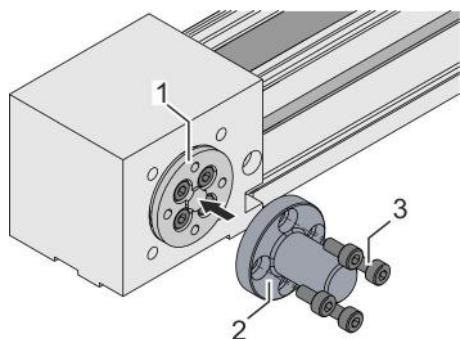

Fig. 30: Montaggio dell'albero di azionamento
3. ➤ Posizionare l'albero di azionamento (Fig. 30/2) sul disco adattatore (Fig. 30/1).
4. ➤ Stringere in diagonale 4 viti (Fig. 30/3) in modo alternato: